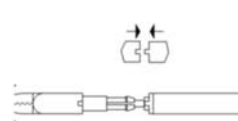

図 1
- 1) シャフトをシースに挿入し、シャフトの凹部とシースの凸部を連結する。(図1)